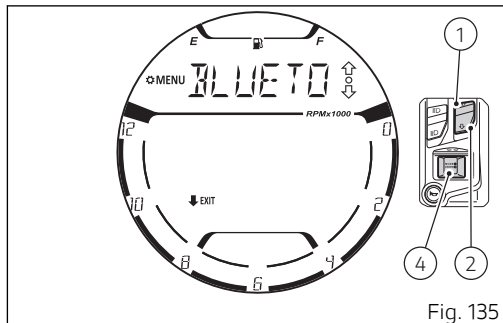

Fig. 135
Para eliminar un dispositivo Bluetooth emparejado anteriormente, es necesario entrar en el SETTING MENU, visualizar con los pulsadores (1) o (2) la indicación "BLUETOOTH" y presionar el pulsador (4). Al acceder a la función (Fig. 135), mediante el pulsador (1) y el pulsador (2) seleccionar de la lista el dispositivo que se desea cancelar y presionar el pulsador (4) para realizar la eliminación.